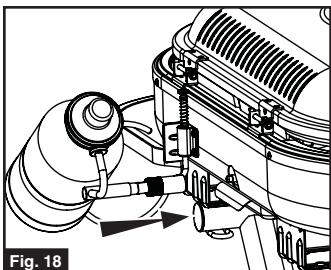

Fig. 18
- Vissez le régulateur au gril, en serrant à la main. (Fig. 18)